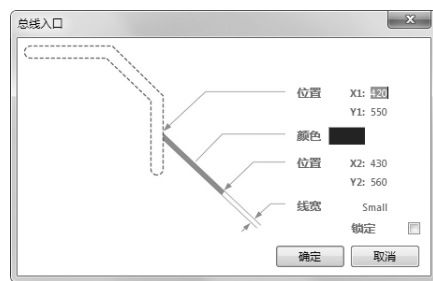

图 3-9 “总线入口”对话框
(3) 设置总线入口的属性。在放置总线入口分支线的过程中,用户可以对总线入口分支线的属性进行设置。双击总线入口或在光标处于放置总线入口的状态时按〈Tab〉键,弹出如图3-9所示的“总线入口”对话框,在该对话框中可以对总线分支线的属性进行设置。